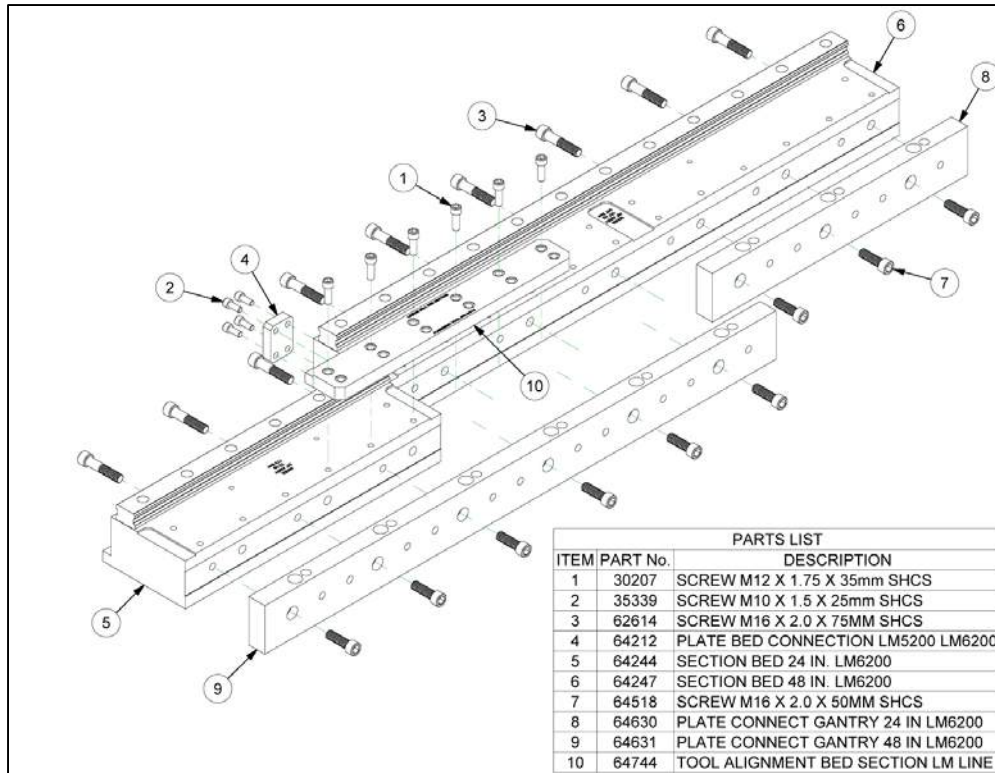

Figure 5
1. Positionnez une section de banc de 24 pouces (article 5), une section de banc de 48 pouces (article 6), une plaque de raccordement de portique de 48 pouces (article 9), et une plaque de raccordement de portique de 24 pouces (article 8) comme présenté en sur la Figure 5.
5. Placez un outil d'alignement de banc (article 10) sur les sections comme présenté en . sur la Figure 5, et serrez les fixations (article 1) à 65 ft-lb.
7. Installez une plaque de raccordement de banc (article 4) comme cela est présenté en . sur la Figure 5, puis serrez les fixations (article 2) à 40 ft-lb.